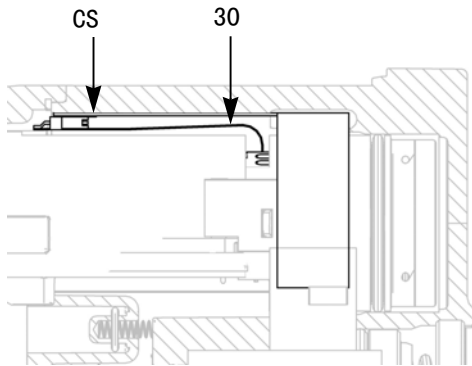

图 28. 连接柔性电路
- 将供电电源 / 涡轮组件插入枪身 ( 10 )。确保接地片 (EE) 与枪身相接触。
仅适用智能型：将 6 针柔性电路 (30) 的连接器和枪身顶部位置的插口 (CS) 对准。参见图 28。